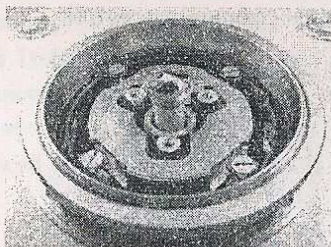

Рис.3. Установленный СТМ – образец, без СТМ-столика
- держатель образца вместе с закрепленным на нем образцом прикрутите к фланцу сканера (рис.3), не прилагая при этом боковых и вертикальных усилий на сканер.